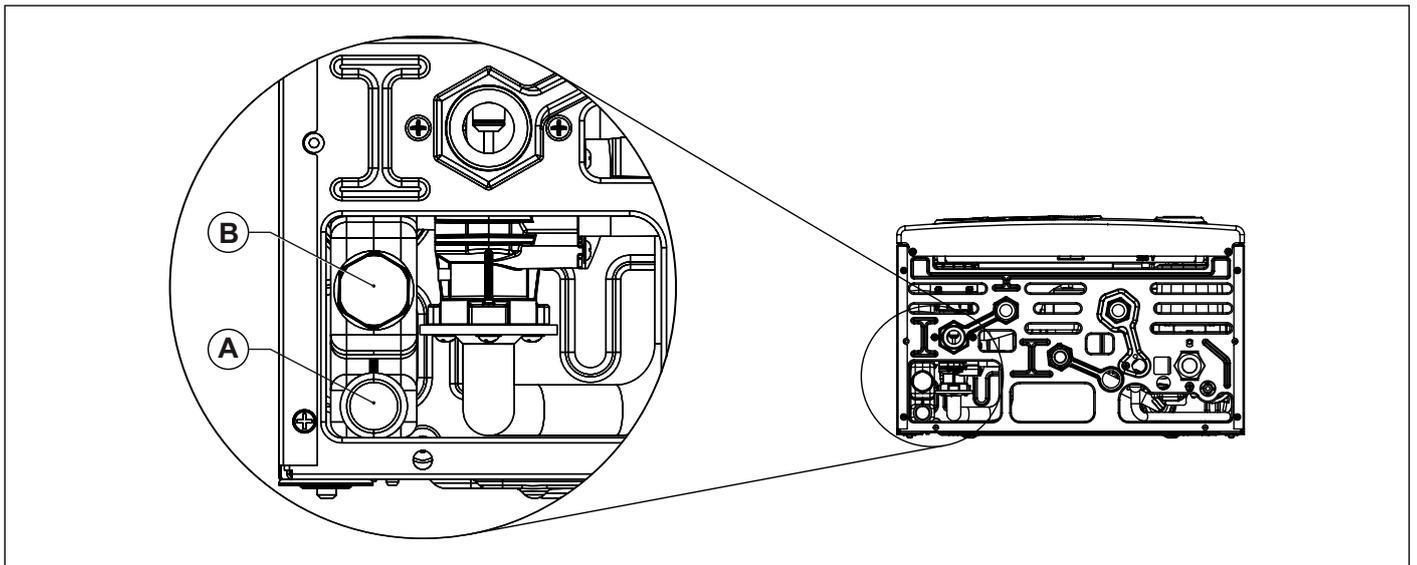

Fig. 21 Scarico condensa
Il sistema di scarico della condensa deve essere collegato all'apposito collegamento (A) predisposto in caldaia (vedi Fig. 21 Scarico condensa).